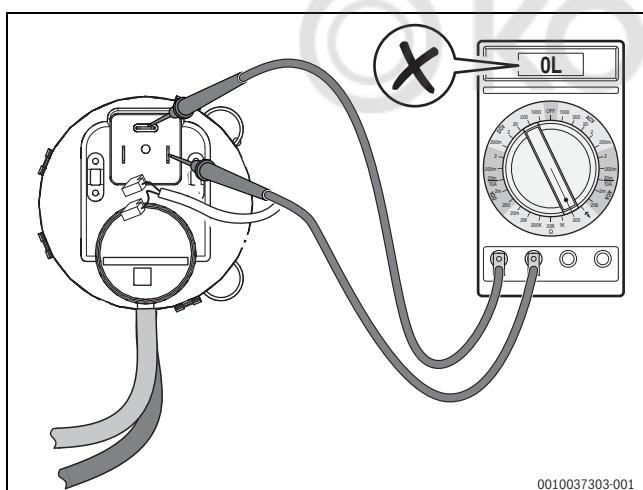

Рис. 83 Проверка проводимости дифференциального реле давления (реле неисправно)
- Если сопротивление равно нулю или > 1 Ом (→ Рис. 83), то замените дифференциальное реле давления.